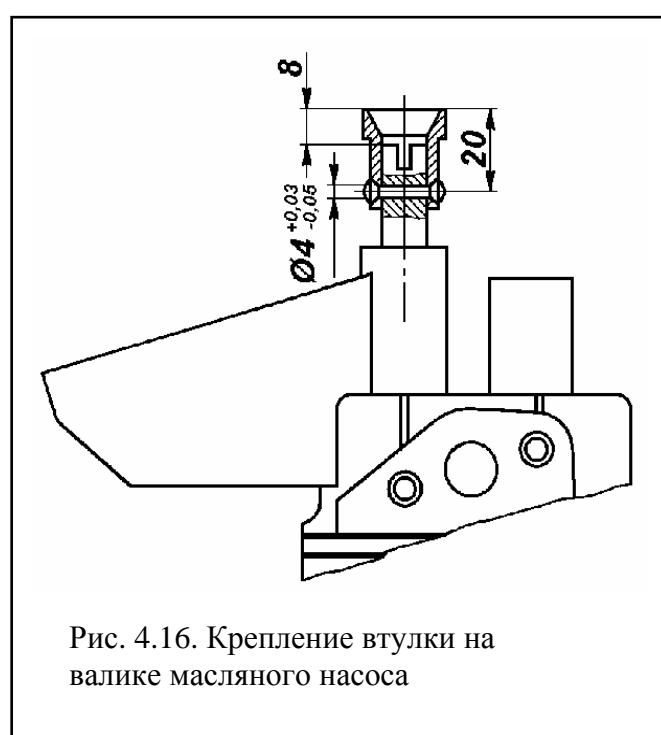

Рис. 4.15. Положение шестерни привода на валике:
2. Соединив валик 10 привода с промежуточным валиком-пластиной 3 привода и надев упорную шайбу 7, напрессуйте шестерню на валик, выдержав зазор между упорной шайбой и шестерней привода от 0,15 до 0,40 мм (рис. 4.15).